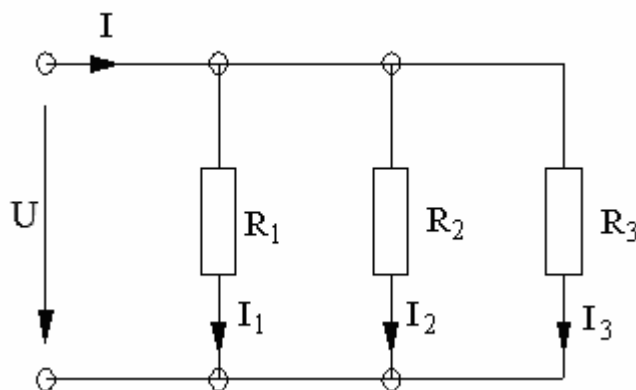

Рис. 7
2. Параллельное соединение приемников – это такое соединение, при котором все приемники присоединяются к одной паре узлов и к ним приложено одинаковое напряжение (рис. 7).